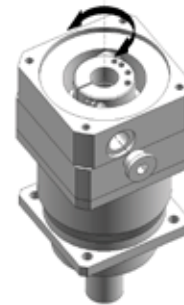

fig. 2
- svitare il tappo di chiusura presente sulla flangia riduttore e orientare la bussola di bloccaggio in modo che la vite di serraggio risulti allineata all'apposito foro situato sulla flangia riduttore (ved. fig.2);
- unscrew locking plug on gear reducer flange and position the locking bush so that the tightening screw is aligned corresponding to the proper hole on gear reducer flange (see fig.2);